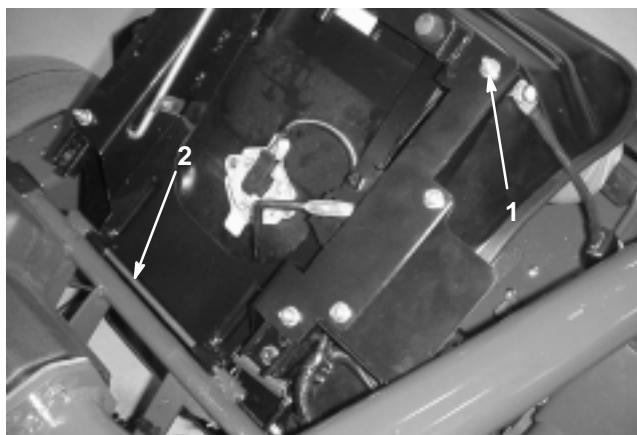

Figure 2
1. Retirez le contre-écrou (Fig. 2) et la patte du siège (utilisée pour l'expédition) fixés à la vis de réglage arrière droite du siège. Mettez-les au rebut. La patte n'est pas illustrée.
2. Retirez la goupille fendue et la tige de pivot de fixation du siège (position d'expédition). Déposez le siège (Fig. 2).